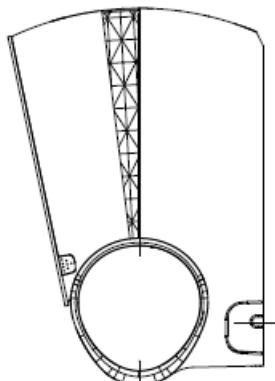

Рис. 3.3
2. Якщо отвір у стіні знаходитьться позаду приладу, не змінюйте положення панелі. Якщо отвір стіни знаходитьться збоку внутрішнього блоку, зніміть пластикову заглушку з цього боку. (Див. Рис. 3.3).